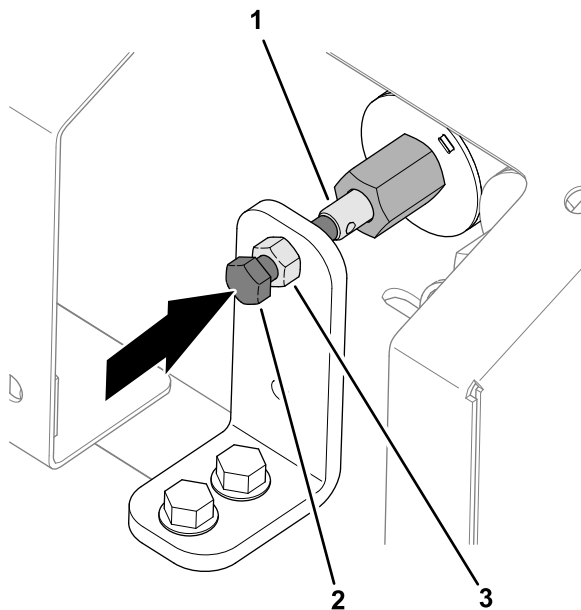

Figura 30
1. Afloje la contratuerca en el soporte de anulación manual (Figura 30).
2. Gire el tornillo de cabeza hexagonal de la anulación de la válvula en sentido horario para aumentar la velocidad del suelo (Figura 30).